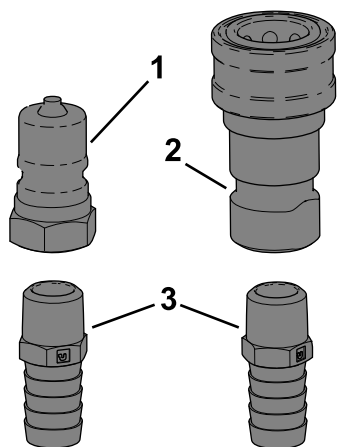

Figure 11
2. Vissez le raccord droit sur le raccord (Figure 11).